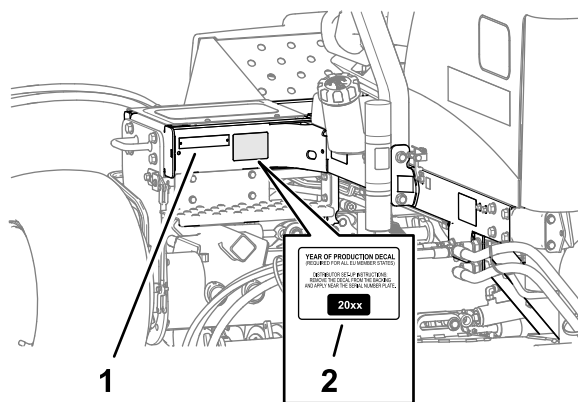

Bild 37
2. Entfernen Sie die Schutzfolie und kleben Sie den Baujahr-Aufkleber auf den Rahmen in die Nähe des Typenschildes, wie in Bild 37 dargestellt.
1. Reinigen Sie den linken Rahmen in der Nähe des Typenschildes mit Alkohol und lassen Sie den Rahmen trocknen (Bild 37).